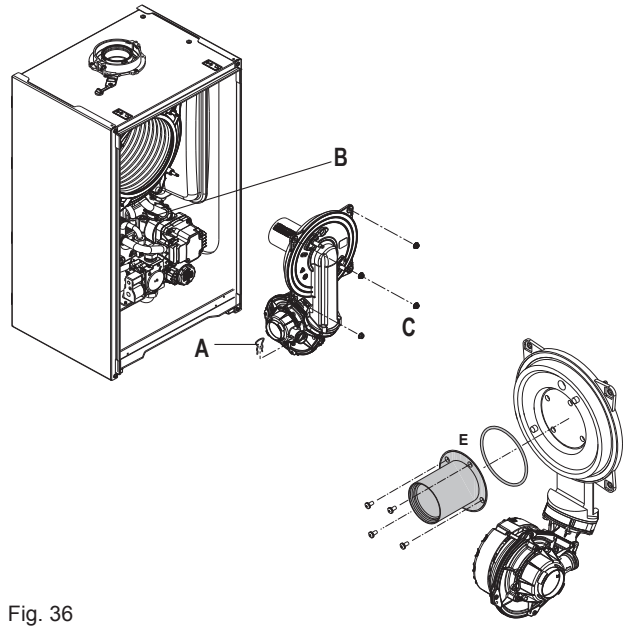

Fig. 36
7.23 COMBUSTION UNIT (Fig. 36)